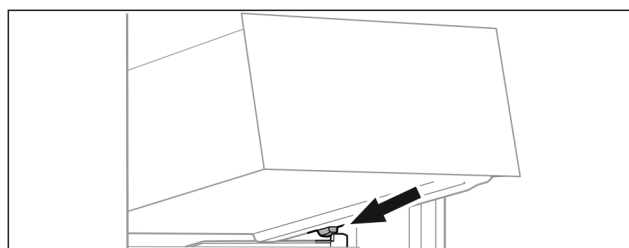

Fig. 79
- Lade schuin achter de stoppers op containerrib plaatsen. (zie Fig. 79)